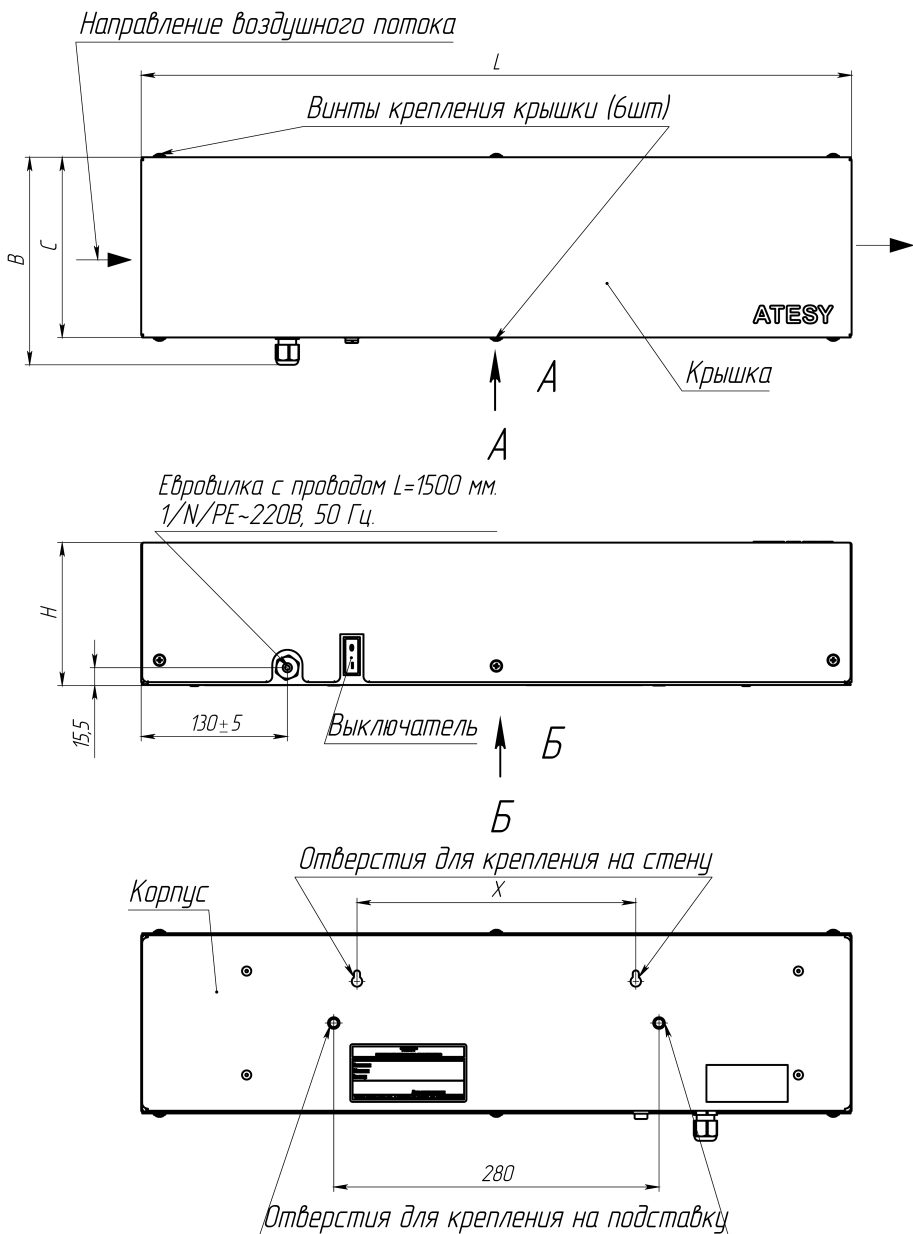
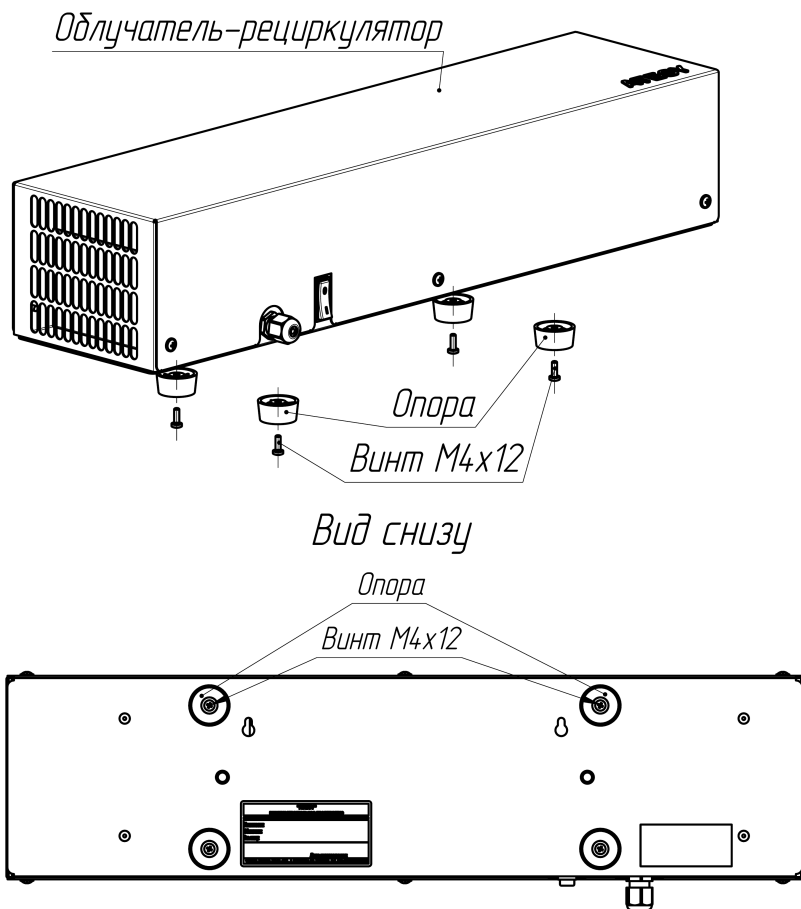

Рис. 1 Общий вид
Рис.2 Схема установки опор.
1.6. Общий вид облучателя представлен на Рис. 1.
3.1. Установка облучателя возможна на плоскую горизонтальную поверхность, на стену или на специальную подставку производства «АТЕСИ». Для установки на плоскую горизонтальную поверхность необходимо применить комплект опор производства «АТЕСИ» (Рис.2). Для крепления на стену и подставку на корпусе изделия предусмотрены отверстия (Рис.1).